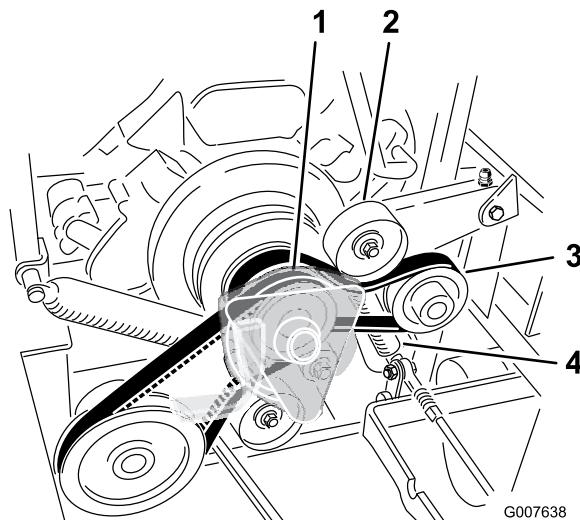

Figura 65
3. Retire el muelle del brazo de la polea tensora (Figura 65).
4. Instale la correa nueva alrededor de la polea del motor y de la bomba hidráulica (Figura 65).
6. Instale el muelle en el brazo tensor (Figura 65).